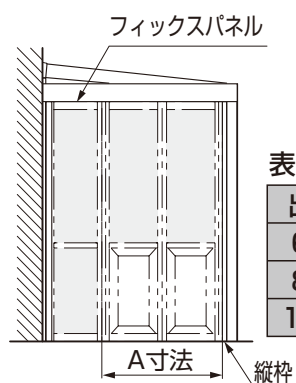

図 3-3 側面側
- ①縦枠を縦枠受けに組付けてください。
- ②側面側は縦枠とフィックスパネル間がA寸法であることを確認してください。(図3-3、表3-1参照)